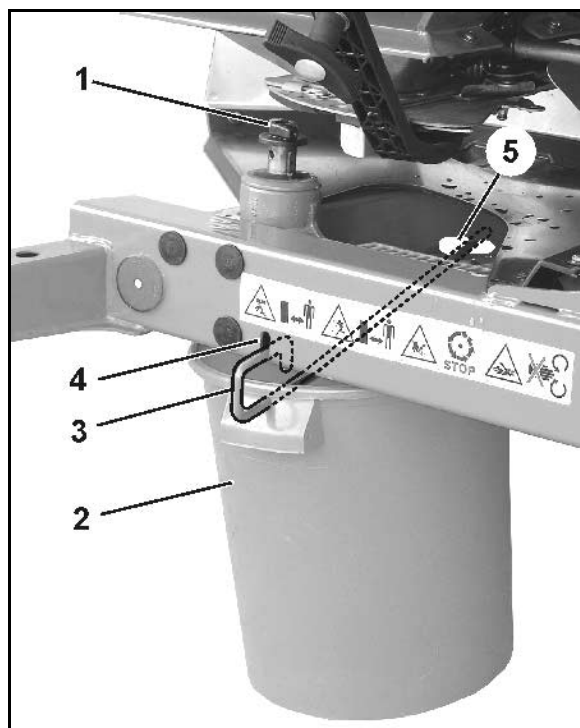

Рис. 59
- 2.1 Выверните барашковый винт (Рис. 59/1), удерживающий распределяющий диск, и выньте распределяющий диск с приводного вала.
3. Вставьте приемную ёмкость (Рис. 59/2) с помощью скобы (Рис. 59/3) в гнезда (Рис. 59/4 и подвесьте Рис. 59/5) на раму.